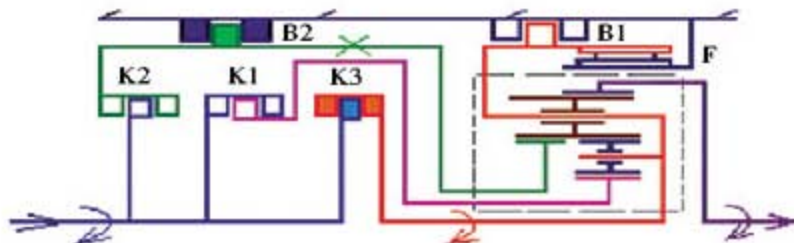

图3 N88正常时动力传递路线
- 5). 从以上分析可知, 4挡时执行元件为B2和K3, 动力传递路线如图3所示。因为制动器B2制动了大太阳齿轮, 离合器K3连接大小行星齿轮架且动力从K3输入, 所以整个行星齿轮机构处于单排超速传动状态, 即行星齿轮架每自转一圈的同时, 又增加了行星齿轮围绕大太阳齿轮公转时传给齿圈的大太阳齿轮齿数, 因此获得了高于输入轴转速的转速输出, 形成了超速4挡。